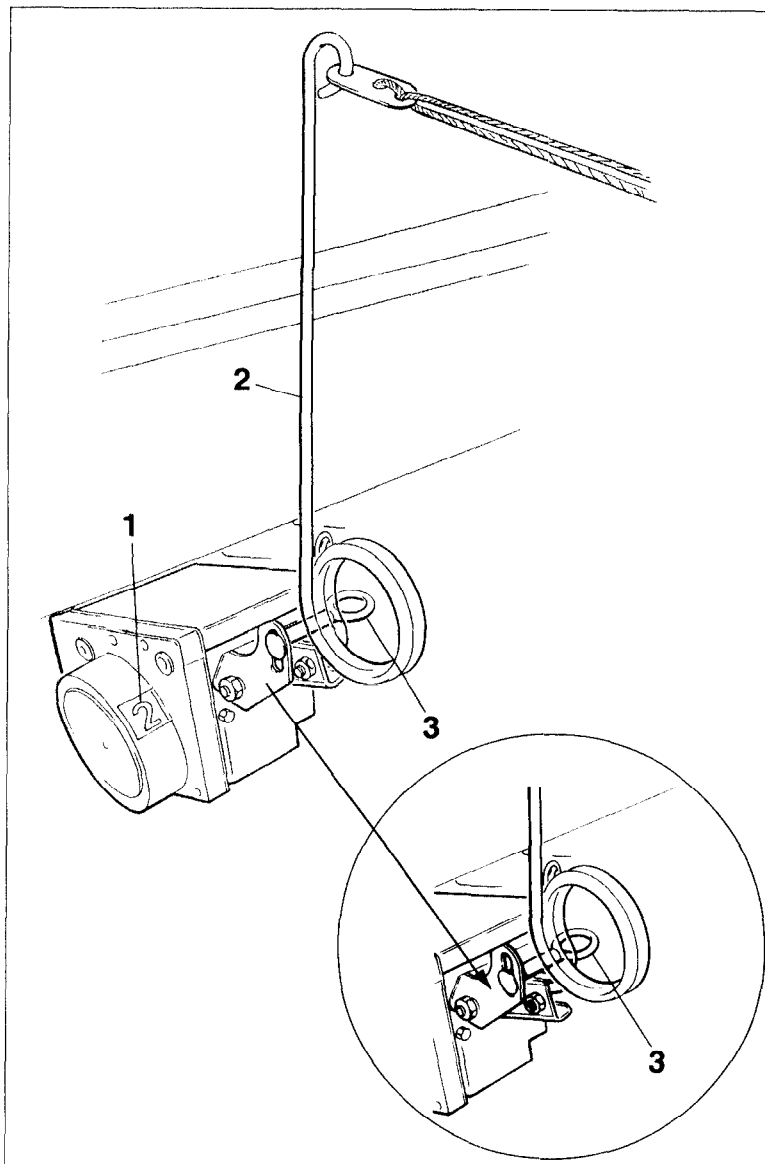
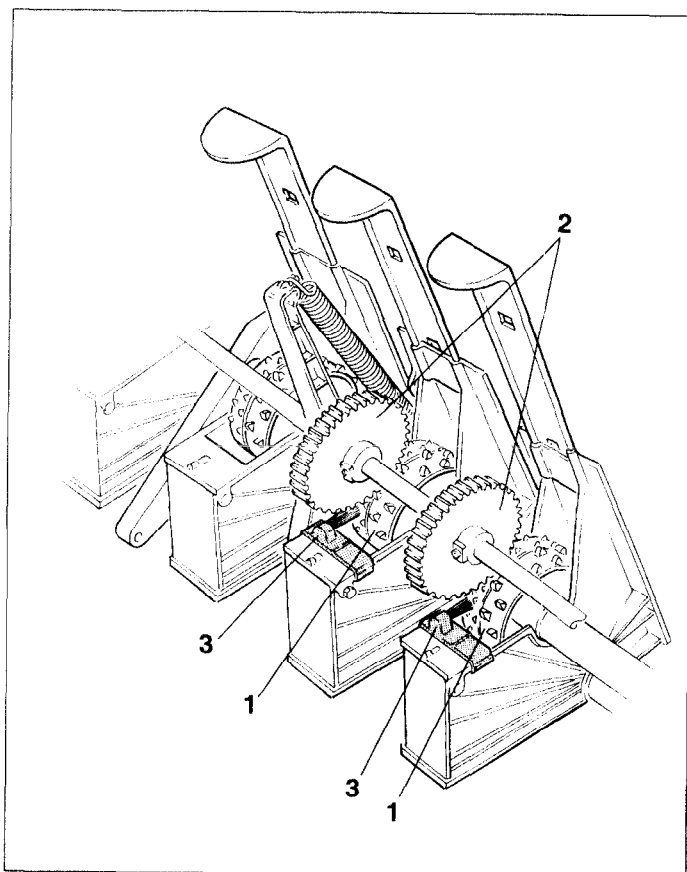
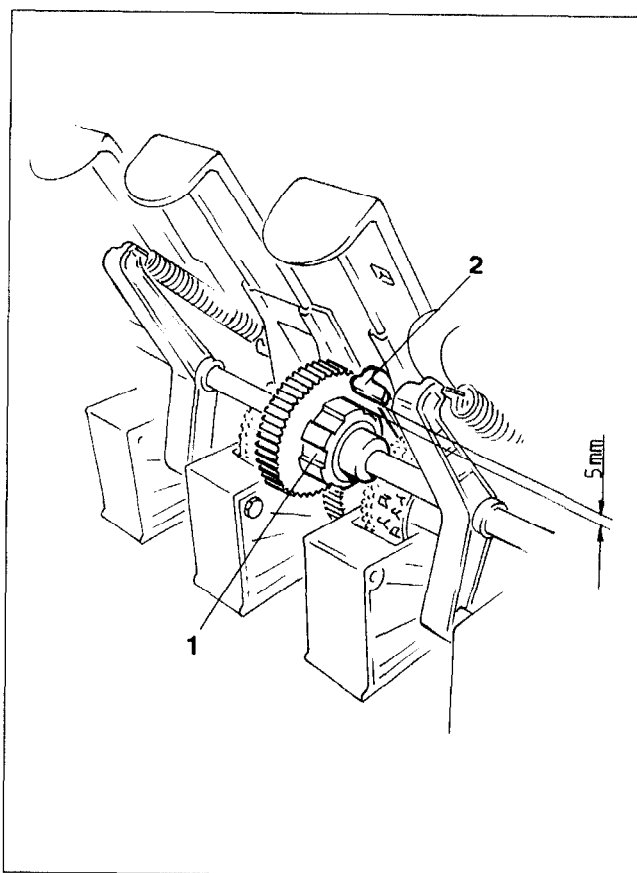
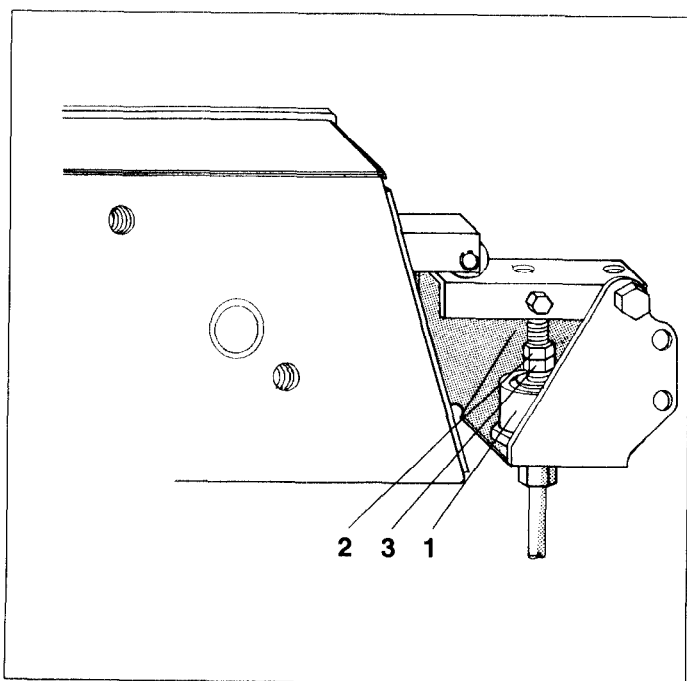

Fig. 13.4
Fig. 13.8
Fig. 13.9
Fig. 13.10
- Tout en tirant le levier de commande (fig. 13.4.2) vers le bas, repoussez la vis de serrage (fig. 13.4/3) dans le trou oblong le plus possible vers le bas jusqu'à ce qu'il ne soit plus possible d'enclencher à l'aide de la tige de commande (fig. 13.4/2). Resserrez la vis de serrage préalablement desserrée (fig. 13.4/3) après que le réglage ait été opéré.
Les roues distributrices, utilisées pour jalonner (fig. 13.8/1) tournent librement sur l'arbre de distribution. Elles sont entraînées par des pignons (fig. 13.8/2) qui sont fixés sur un arbre secondaire.
L'arbre de jalonnage est entraîné par l'arbre de distribution. Les deux arbres sont reliés par des pignons. Le pignon (fig. 13.9/1) équipant l'arbre de jalonnage possède un système d'embrayage. Pendant la phase jalonnage, ce système d'embrayage interrompt l'entraînement de l'arbre de jalonnage. L'embrayage est commandé par un levier de crabotage (fig. 13.9/2) qui est relié au boîtier programmeur (fig. 13.4).
Tirez et relâchez le levier de commande (fig. 13.4/2) au niveau du boîtier programmeur aussi souvent que nécessaire jusqu'à ce qu'apparaisse le chiffre "0" dans la fenêtre d'affichage.
Lorsque le chiffre "0" s'affiche, le levier de crabotage (fig. 13.9/2) s'agrippe dans un ergot du système d'embrayage et l'arbre de jalonnage reste immobile. Les roues de jalonnage (fig. 13.8/1) ne sèment aucune graine.
Au boîtier programmeur, tirez à vous et relâchez le levier de commande. Le boîtier programmeur passe de "0" à "1". Le levier de crabotage (fig. 13.9/2) se désolidarise de l'embrayage et les roues de jalonnage sont à nouveau entraînées par les pignons de l'arbre de jalonnage. **L'intervalle** entre l'embrayage (fig. 13.9/1) et le levier de crabotage (fig. 13.9/2) **devrait mesurer environ 5 mm (voir fig. 13.9).**
Vérifiez une nouvelle fois en procédant comme ci-dessus. Faites enclencher le boîtier programmeur sans utiliser le levier de commande (fig. 13.4/2), mais au contraire actionnez le distributeur placé dans la cabine du tracteur. Le boîtier programmeur est alors commandé dans sa série d'enclenchement par un vérin hydraulique (fig. 13.10/1).
Dans le cas où le vérin hydraulique (fig. 13.10/1) ne mettrait pas en action le boîtier, procédez aux réglages suivants :
- Mettez le vérin hydraulique (fig. 13.10/1) en pression à partir de la cabine du tracteur.
- Desserrez le contre-écrou (fig. 13.10/2).
- Tournez l'écrou 6 pans (fig. 13.10/3) à gauche jusqu'à ce que le boîtier programmeur s'enclenche de manière audible.
- Effectuez encore deux rotations à gauche avec l'écrou 6 pans (fig. 13.10/3) puis bloquez le avec le contre-écrou.
Après une période prolongée de non utilisation de votre semoir, vérifiez si les roues distributrices (fig. 13.8/1) débrayables utilisées pour le jalonnage tournent facilement sur leur axe..
Les carters de distribution correspondant aux roues de jalonnage sont fournis avec des peignes fins (fig. 13.8/3). En cours de semis, les peignes nettoient les roues distributrices "fines graines" ce qui dans le cas du colza évite tout dépôt entre les pignons d'entraînement et la roue "fines graines".